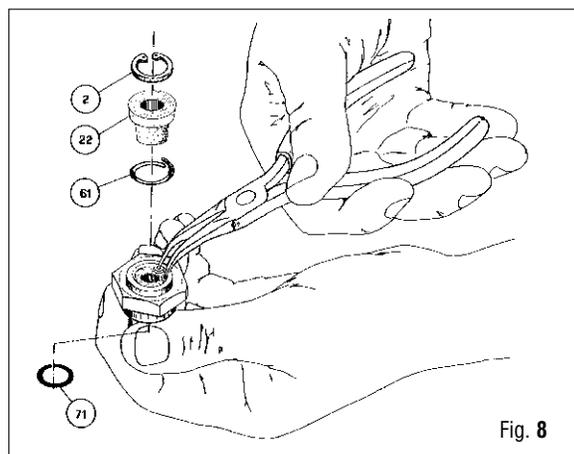

Fig. 8
12. Destornillar la manguera (26) usando la llave (B-17) y quitar el O Ring (19).
13. Destornillar el hexágono de retén de la brida (7) con la llave específica (B-1) y quitar la brida (3) con el mando (25).
14. Usando las pinzas para anillos elásticos, extraer el hexágono de retén de la brida, el seeger (2), el filtro sinterizado (22) y el muelle prensa filtro (61). (Fig. 8)
15. Quitar el O Ring (71) del hexágono de retén de la brida.